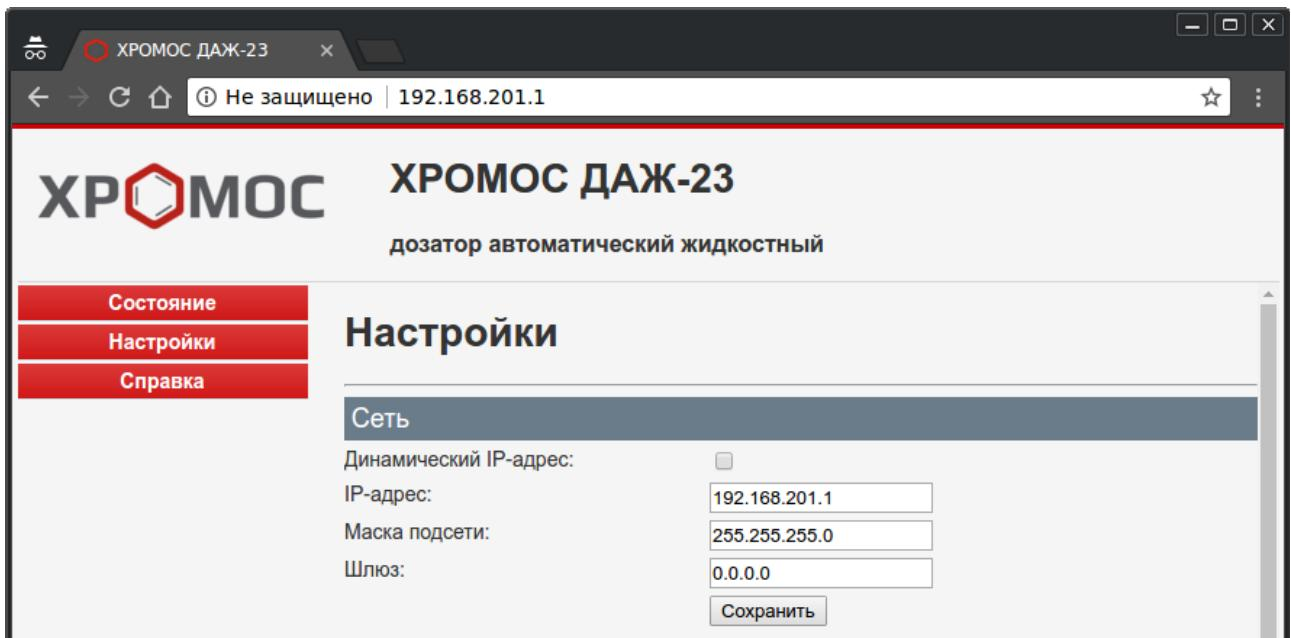

Рисунок 19 - Настройки. Сеть
7. На странице «Настройки» в пункте «Сеть» укажите настройки соответствующие вашим настройкам сети (Рисунок 19). Нажмите «Сохранить» и перезагрузите дозатор.